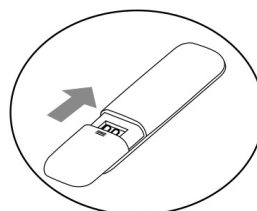

Fig. 3
3. Inserire il raccordo circolare per kit oblò nel tubo flessibile retrattile e inserire il tubo flessibile retrattile con raccordo circolare nell'oblò privo del tappo (Fig. 3).
(Fig. 3)
- Reinsерire il coperchio nel vano batterie (osservare la direzione della freccia nella fig. 3).